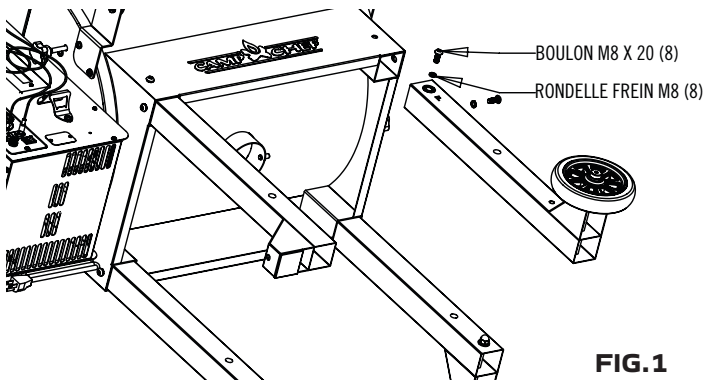

FIG. 1
1. Assembler les pieds comme indiqué à la Fig. 1